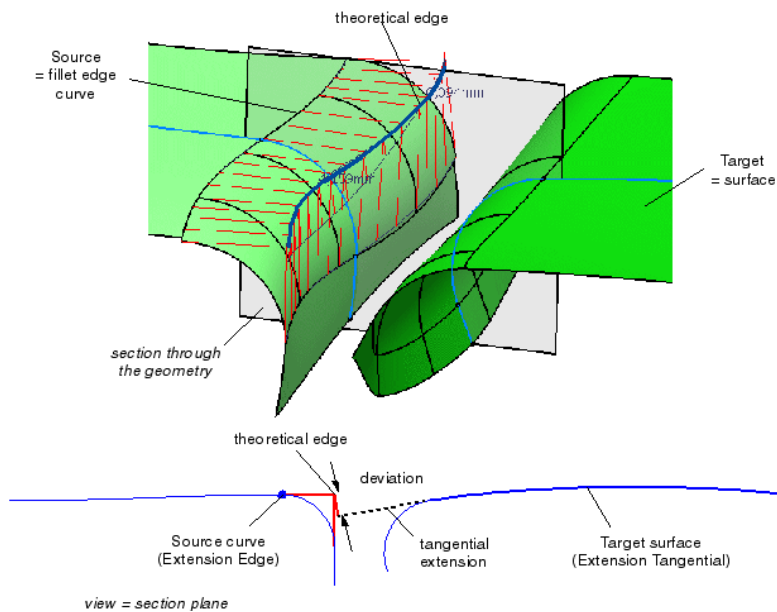

Figura 2.166 Ejemplo de análisis con extensión de borde y superficie.
- **Edge:** el borde se mueve hacia adelante de manera que las tangentes formen un ángulo de 90° . Para cada punto en el borde seleccionado, ese punto se busca a lo largo de la iso-curva donde la tangente elevada en este punto es perpendicular a la tangente del punto del borde. Si no se puede encontrar un ángulo de 90° , se obtiene el mismo resultado que con Edge max (Figura 2.166).